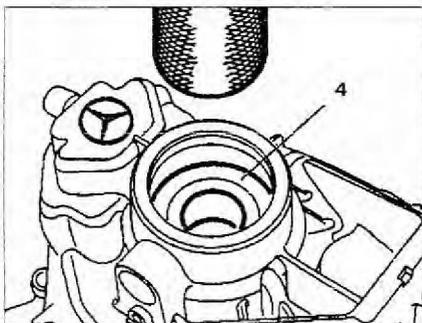

Рис. 4.14. Выпрессуйте подшипник 4 вторичного вала.
3. Выпрессуйте подшипник 4 вторичного вала (рис. 4.14).